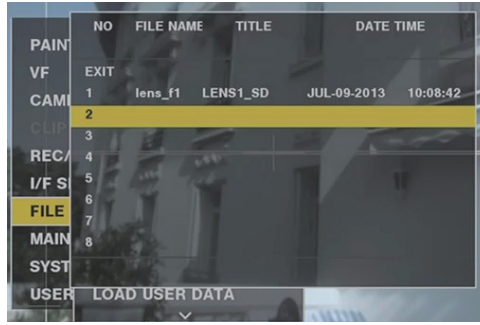

図 2
- 2 ファイル一覧から書き込むファイルを選択する。（図 2）